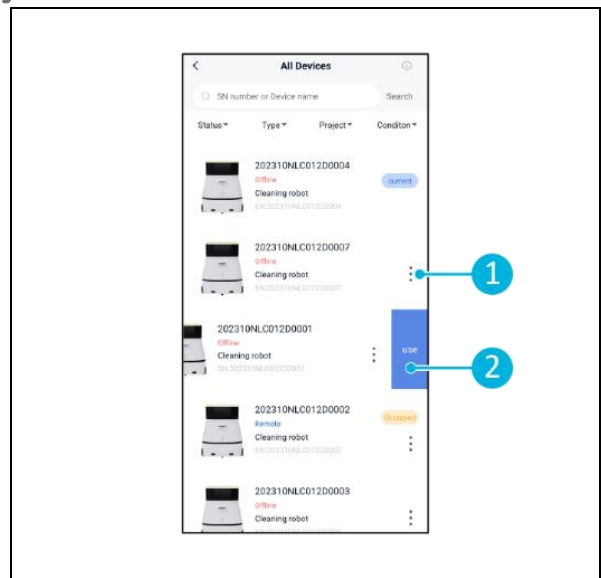

Figura 19
3. Seleccione a opção [três pontos] (Figura 19, pos. 1).
4. Seleccione [utilizar] (Figura 19, pos. 2).